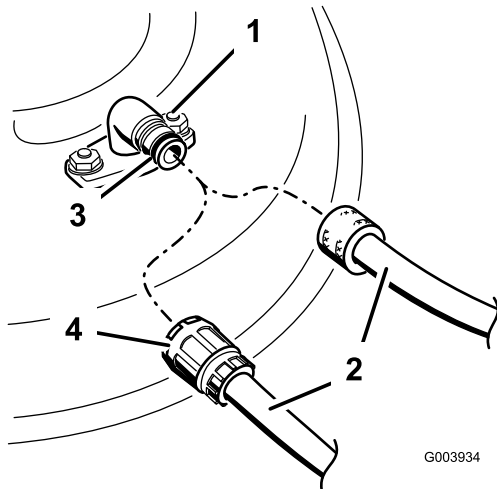

Figura 80
3. Conecte el acoplamiento de la manguera al extremo del conector de lavado del cortacésped, y abra el grifo al máximo (Figura 80).